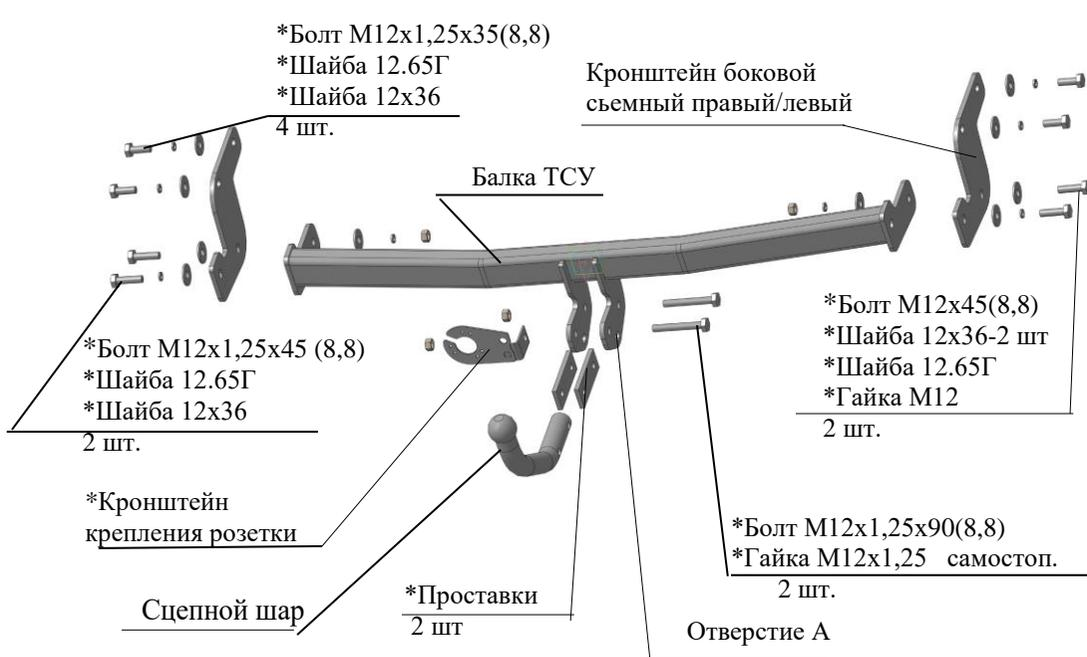

Рис.1 Тягово-сцепное устройство ТСУ 7242.
2.1 ТСУ 7242 в сборе (рис.1)	1 шт.
2.2 Пакет с комплектующими (см. рис.1)	1 шт.
4.3 Закрепить левый и правый боковые съемные кронштейны (соответственно рис.1) к боковым внешним полкам лонжеронов а/м болтами М12х1,25х35 (используя гайки приварные штатные), под головки болтов подложить шайбы 12.65Г и 12х36. Крепеж не затягивать.